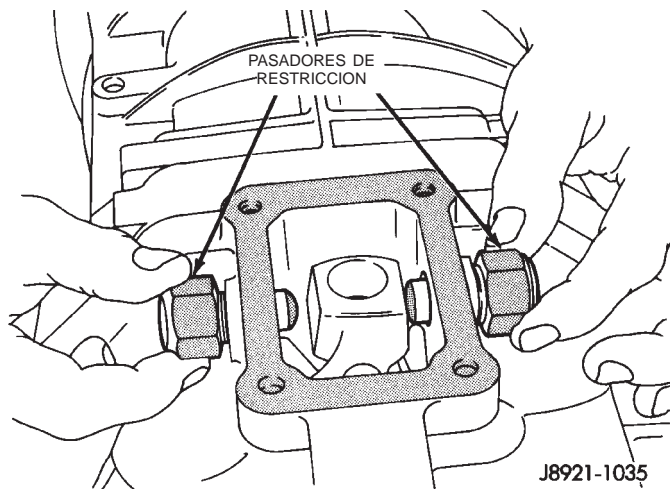

Fig. 43 Instalación de los pasadores de restricción del cambiador
(15) Instale y apriete los pasadores de restricción en la torre de cambios con una torsión de 27 N·m (20 lbs. pie) (Fig. 43).